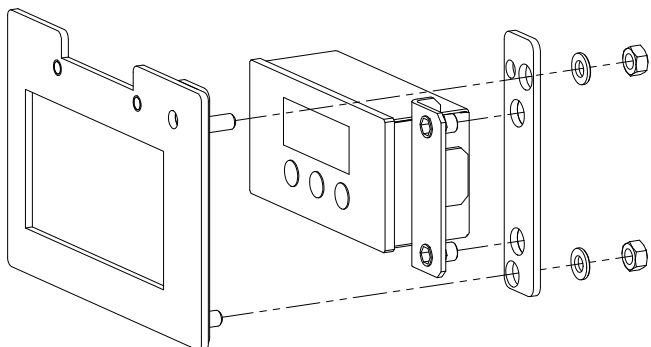

Fig.2
- Die beiliegenden Haltebleche mit den Scheiben und Muttern an die Elektronik montieren (Fig.2).